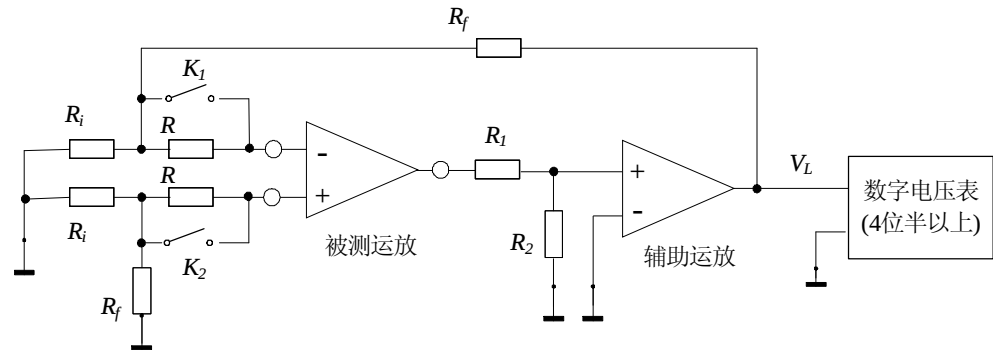
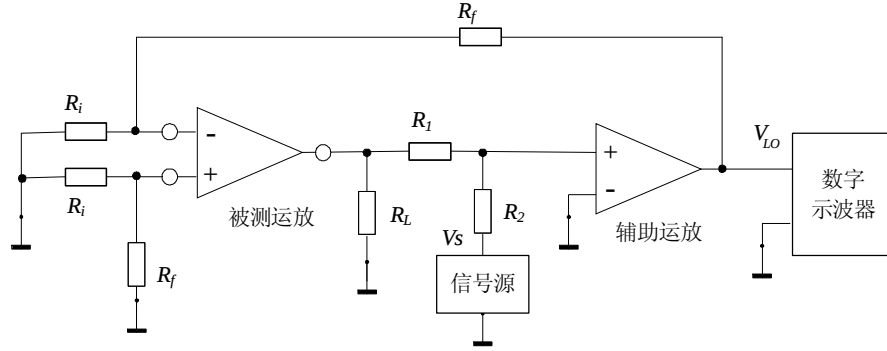
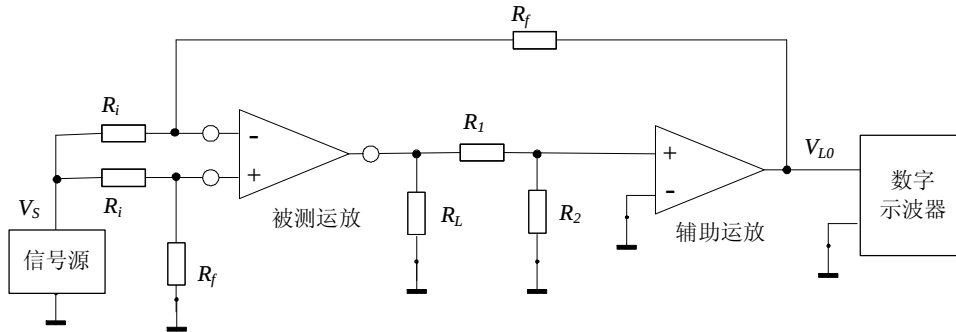

图 2
图 3
图 4
- (1) 能测试 V_{IO} (输入失调电压)、 I_{IO} (输入失调电流)、 A_{VD} (交流差模开环电压增益) 和 K_{CMR} (交流共模抑制比) 四项基本参数，显示器最大显示数为 3999；
- (2) 各项被测参数的测量范围及精度如下 (被测运放的工作电压为 $\pm 15V$)：
- (3) 测试仪中的信号源 (自制) 用于 A_{VD} 、 K_{CMR} 参数的测量，要求信号源能输出频率为 5Hz、输出电压有效值为 4 V 的正弦波信号，频率与电压值误差绝对值均小于 1%；
- (4) 按照本题附录提供的符合 GB3442-82 的测试原理图 (见图 2~图 4)，再制作一组符合该标准的测试 V_{IO} 、 I_{IO} 、 A_{VD} 和 K_{CMR} 参数的测试电路，以此测试电路的测试结果作为测试标准，对制作的运放参数测试仪进行标定。
参照 **GB3442-82** 标准， V_{IO} 、 I_{IO} 、 A_{VO} 和 K_{CMR} 参数的测试原理图分别如图 2、图 3 和图 4 所示。图 3 和图 4 中的信号源可采用现成的信号源。为了保证测试精度，外接测试仪表（信号源和数字电压表）的精度应比自制的运放参数测试仪的精度高一个数量级。
3、建议图 3、4 中使用的信号源输出为正弦波信号，频率为 **5Hz**、输出电压有效值为 **4V**。